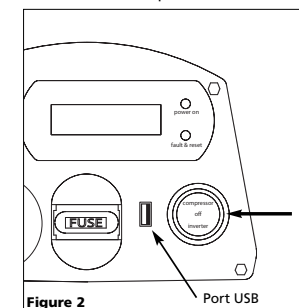

Figure 2
branchant tout simplement au port USB (voir Figure 2).
- Mettre l'interrupteur du COMPRESSEUR sous tension (voir la figure 2).